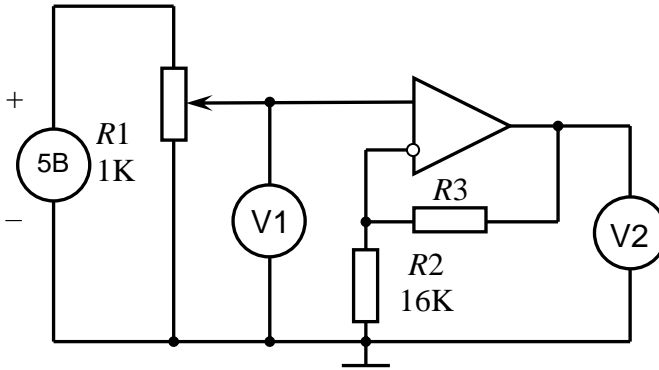

Рис. 4.4 Схема для исследования неинвертирующего включения операционного усилителя
4.5 Руководствуясь рис. 4.4 собрать схему для исследования неинвертирующего включения операционного усилителя.